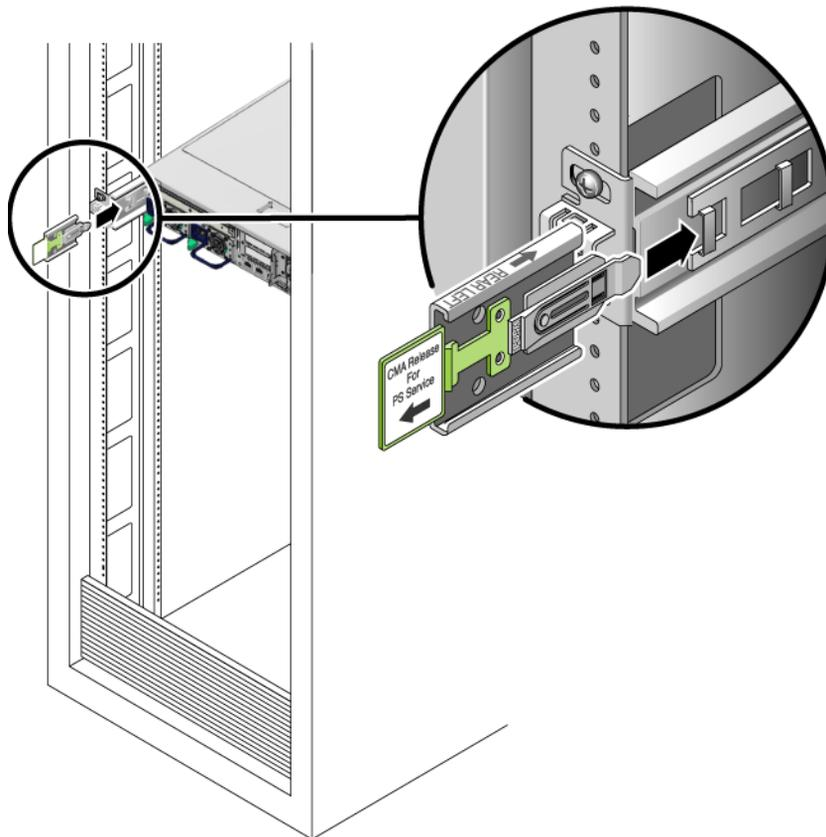

FIGURE 2-8 Insertion de l'extension du rail CMA à l'arrière du rail coulissant de gauche
1. À l'arrière du rack, encastrez l'extension du rail CMA sur l'extrémité de l'ensemble de rail coulissant de gauche (FIGURE 2-8).